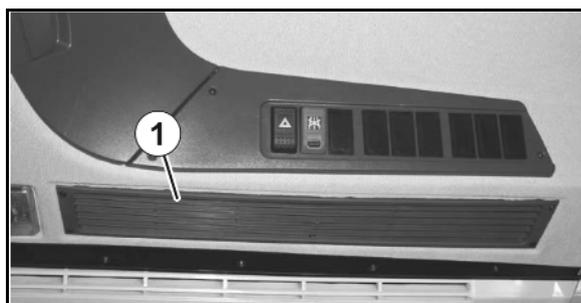

Fig. 187
1. Desmontar la rejilla del aire de circulación (Fig. 187/1).